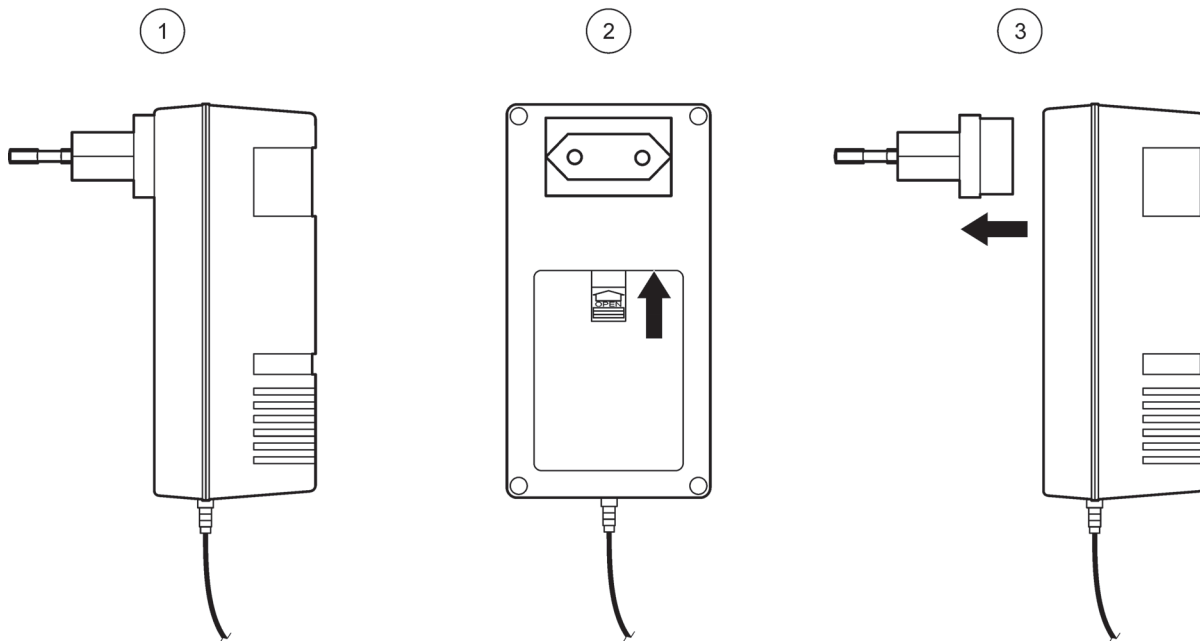

Figure 3 Remplacement de l'adaptateur
1. Poussez vers le haut l'interrupteur à glissière (élément 2, Figure 3) situé à l'arrière du chargeur et retirez l'adaptateur (élément 3, Figure 3).